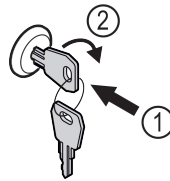

Fig. 161
- ▶ Introduceți cheia prin apăsare. Fig. 161 (1)
- ▶ Rotiți cheia cu 90° în sensul acelor de ceasornic. Fig. 161 (2)